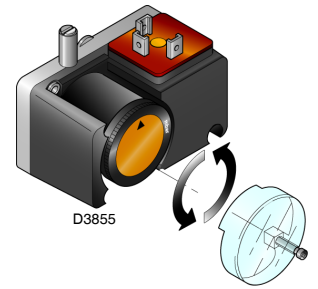

Fig. 26
- Regular el presostato para el control de estanqueidad (Kit PVP) (Fig. 26), si está presente, según las instrucciones suministradas con el kit.